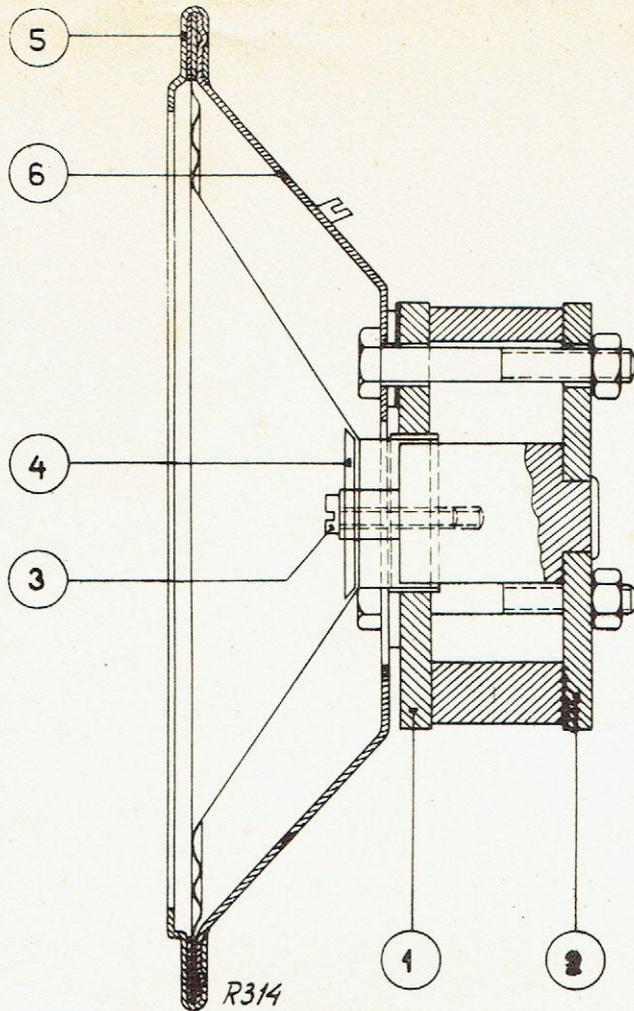

FIG.1
2. Faire attention à ce que la plaque antérieure et postérieure (fig. 1 rep. 1 et rep. 2) ne soient, en aucun cas, séparées de l'aimant; car alors, celui-ci (de même que si la réparation se faisait sur une plaque de fer) s'affaiblirait.